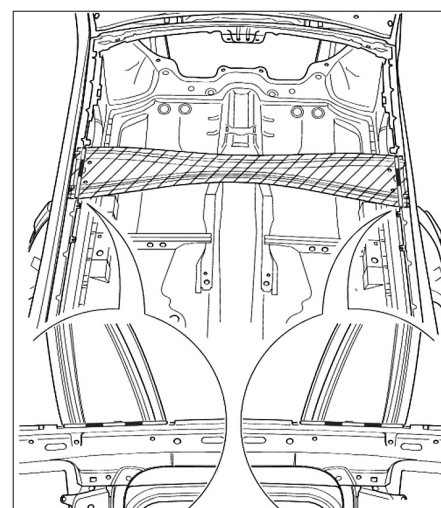

FIG. 95
- Découper la traverse de pavillon comme illustré (Fig.95).